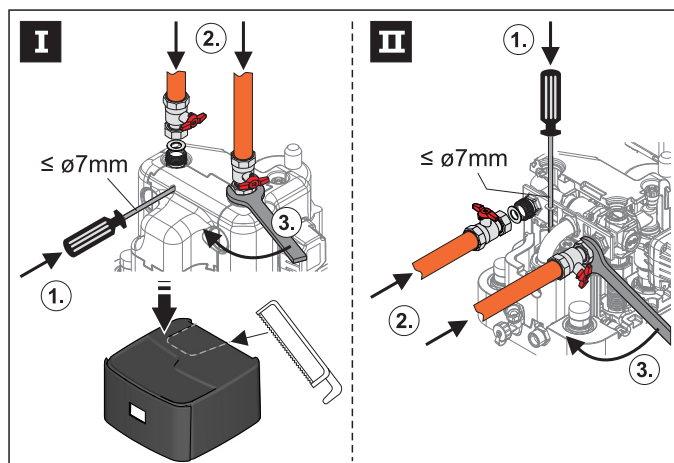

Bild 4-17 Heizungsanschlüsse herstellen
- ⚠ Vorgesprochenes Anzugsdrehmoment beachten (siehe Kap. 10.4 „Anzugsdrehmomente“). Dabei mit einem geeigneten Werkzeug das nötige Gegenmoment aufbringen, um Beschädigungen zu vermeiden, siehe Bild 4-17.